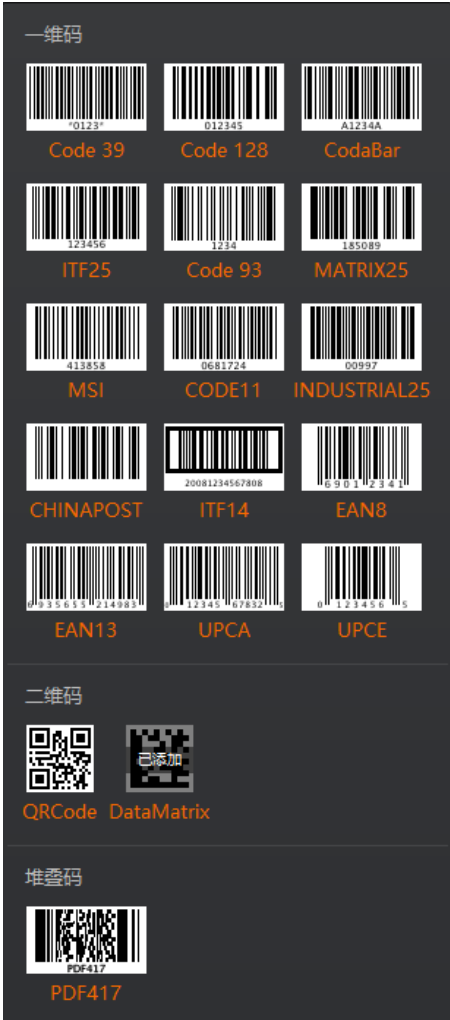

图3-22 添加条码
1. 单击左上角的“+添加条码”，会显示当前读码设备支持的一维码、二维码和堆叠码类型，如图 3-22 所示。